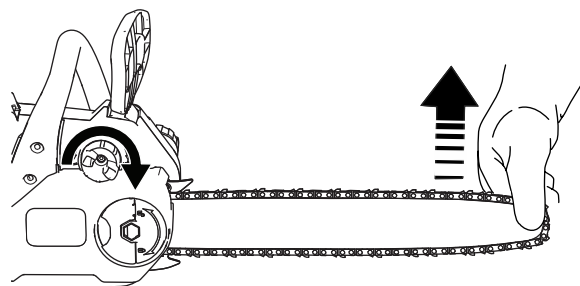

Figure 29
3. Tenez le guide-chaîne par son extrémité (Figure 29).